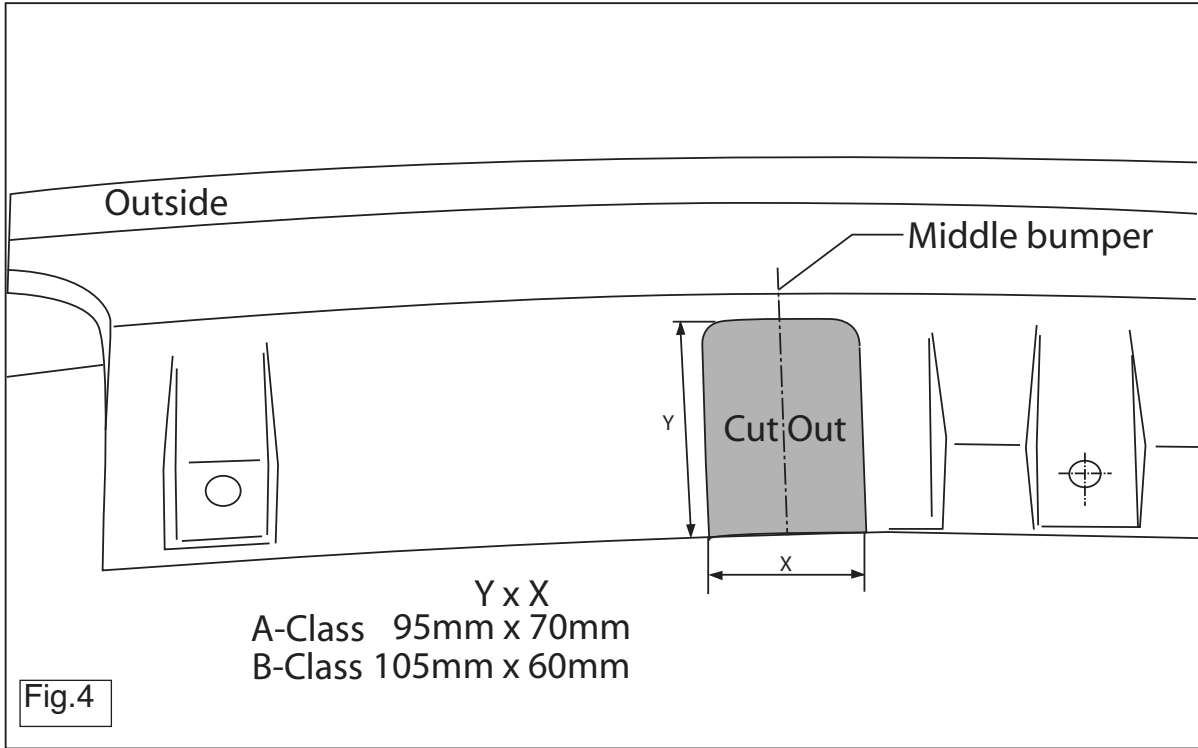

Fig.4
10. Sav en del ud af kofangeren midt på undersiden jf. fig. 4.